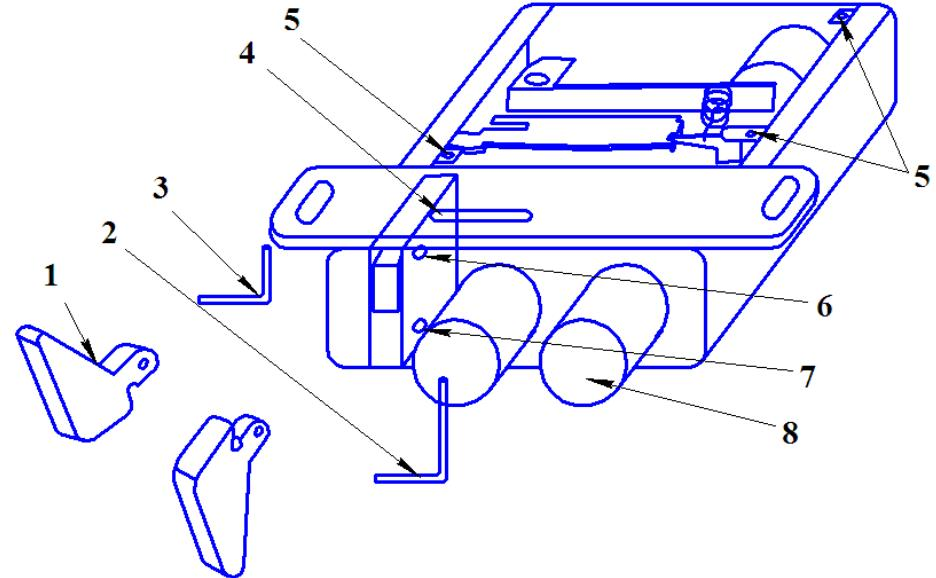

Рис.1
4.1. Электромеханический замок **ПОЛИС 12** может быть установлена на двери, открывающиеся как внутрь, так и наружу. Изменение направления открывания достигается перестановкой следующих деталей: кулачка – 1, осей кулачка – 2,3 (Рис.1).